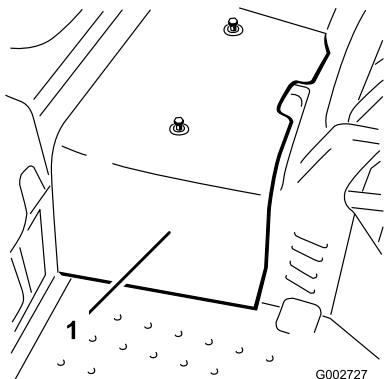

图41
2. 拧掉将中央护罩固定到机器的 2 个螺丝，然后取下护罩（图41）。